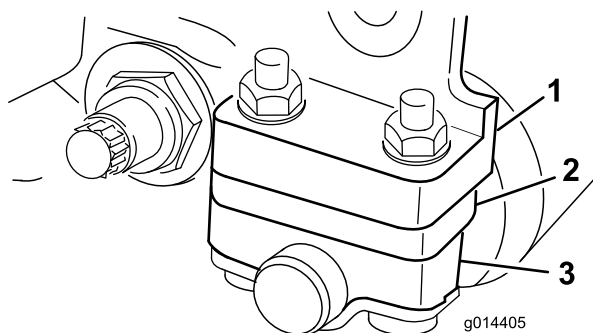

Figura 7
Dependiendo del intervalo de alturas de corte deseado, será necesario ajustar los soportes del rodillo trasero (Figura 6 o Figura 7) a la posición superior o inferior:
- Coloque el espaciador debajo de la brida de montaje de la chapa lateral para alturas de corte de 3,2 a 25 mm (Figura 7).
4. Coloque los espaciadores sobre los tornillos, encima o debajo de los soportes de los rodillos, según sea necesario (Figura 6 o Figura 7).